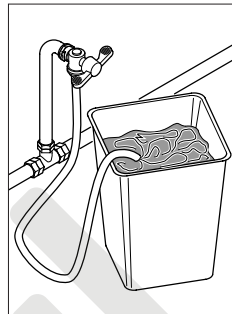

Fig. 6.3
- antes de efectuar la conexión hídrica dejar correr el agua del grifo para eliminar impurezas y suciedad (Fig.6.3).